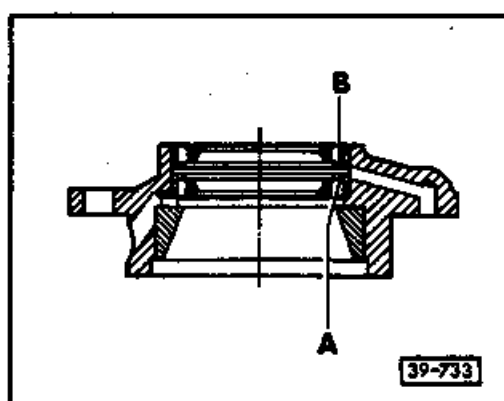

Abb. 5 Einbaulage Dichtringe
- Einbaulage Dichtringe Abb. 5